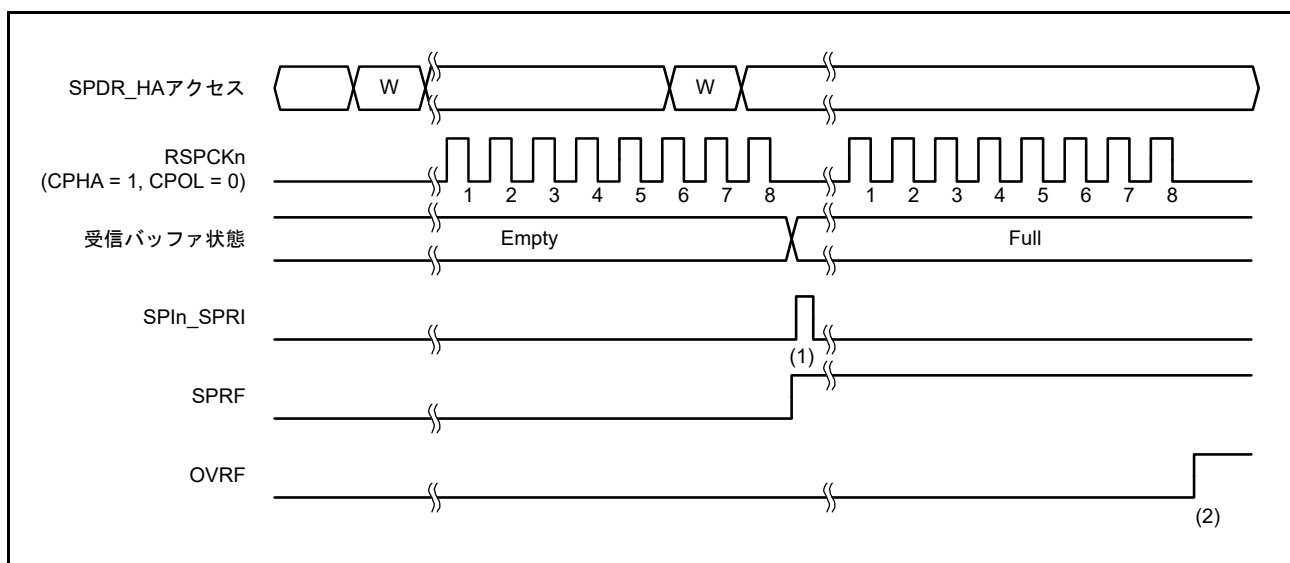
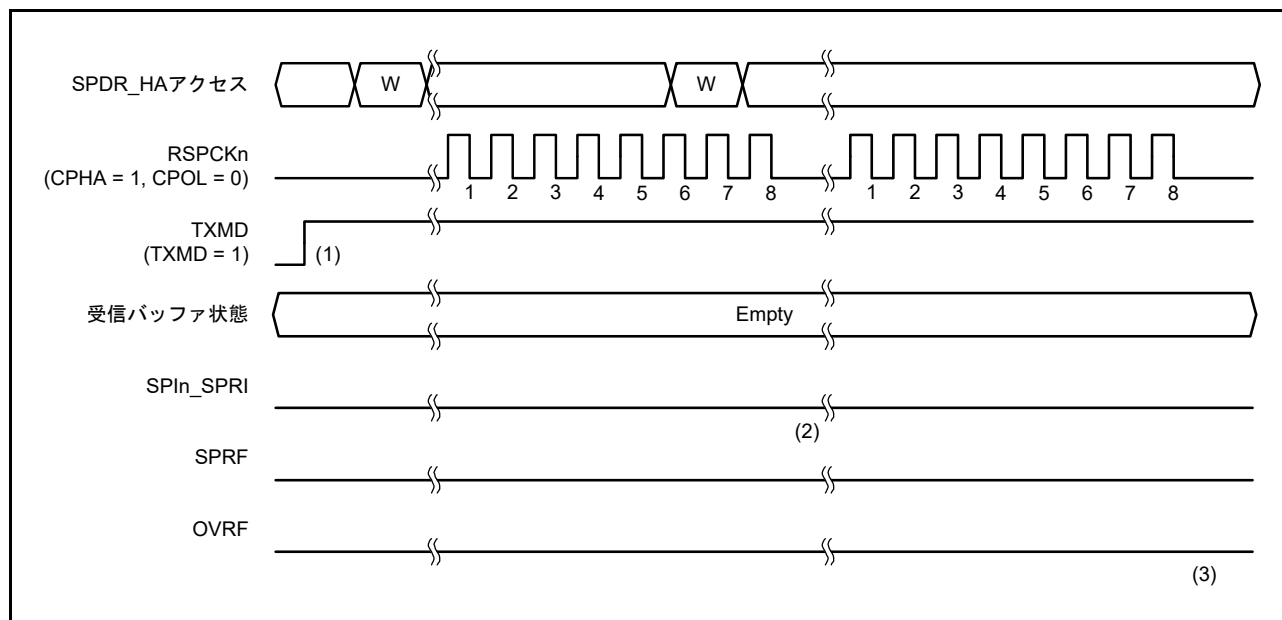

図 32.28 SPCR.TXMD = 0 の動作例
図 32.29 SPCR.TXMD = 1 の動作例
通信動作モード選択ビット (SPCR.TXMD) の設定により、全二重同期式シリアル通信または送信のみの動作が選択できます。図 32.28、図 32.29 に記載のレジスタアクセスは、SPDR/SPDR\_HA レジスタへのアクセス状況を示しています。W は書き込みサイクルを示しています。
図 32.28 に、通信動作モード選択ビット (SPCR.TXMD) を 0 にした場合の動作例を示します。この例では、SPI0 の場合は SPDCR.SPFC[1:0] ビットが 00b、SPCMDm.CPHA ビットが 1、SPCMDm.CPOL ビットが 0 の設定で、SPI1 の場合は SPCMD0.CPHA ビットが 1、SPCMD0.CPOL ビットが 0 の設定で、SPI が 8 ビットのシリアル転送を実行しています。RSPCKn 波形の下に記載した数字は、RSPCK サイクル数 (= 転送ビット数) を示しています。
以下に、図 32.28 の (1)、(2) に示したタイミングでのフラグ動作を説明します。
- (1) SPDR\_HA レジスタの受信バッファが空の状態ではシリアル転送が終了すると、SPI は受信バッファフル割り込み要求 (SPIn\_SPRI) を発生させ、SPSR.SPRF フラグを 1 にして、シフトレジスタの受信データを受信バッファにコピーします。
- (2) SPDR\_HA レジスタの受信バッファに以前のシリアル転送の受信データがある状態でシリアル転送が終了すると、SPI は SPSR.OVRF フラグを 1 にしてシフトレジスタの受信データを破棄します。
図 32.29 に、通信動作モード選択ビット (SPCR.TXMD) を 1 にした場合の動作例を示します。この例では、SPI0 の場合は SPDCR.SPFC[1:0] ビットが 00b、SPCMDm.CPHA ビットが 1、SPCMDm.CPOL ビットが 0 の設定で、SPI1 の場合は SPCMD0.CPHA ビットが 1、SPCMD0.CPOL ビットが 0 の設定で、SPI が 8 ビットのシリアル転送を実行しています。RSPCKn 波形の下に記載した数字は RSPCK サイクル数 (= 転送ビット数) を示しています。
以下に、図 32.29 の (1) ~ (3) に示したタイミングでのフラグの動作内容を説明します。
- (1) 送信のみ動作 (SPCR.TXMD = 1) への遷移は、受信バッファにデータが残っていないこと (SPSR.SPRF = 0)、SPSR.OVRF フラグが 0 であることを確認してから、行ってください。
- (2) SPDR\_HA レジスタの受信バッファが空の状態ではシリアル転送が終了すると、送信のみモード (SPCR.TXMD = 1) を選択している場合、SPSR.SPRF フラグは 0 を保持し、SPI はシフトレジスタのデータを受信バッファへコピーしません。
- (3) SPDR\_HA レジスタの受信バッファに以前のシリアル転送の受信データは存在しないため、シリアル転送が終了しても、SPSR.OVRF フラグは 0 を保持し、シフトレジスタのデータを受信バッファへコピーしません。